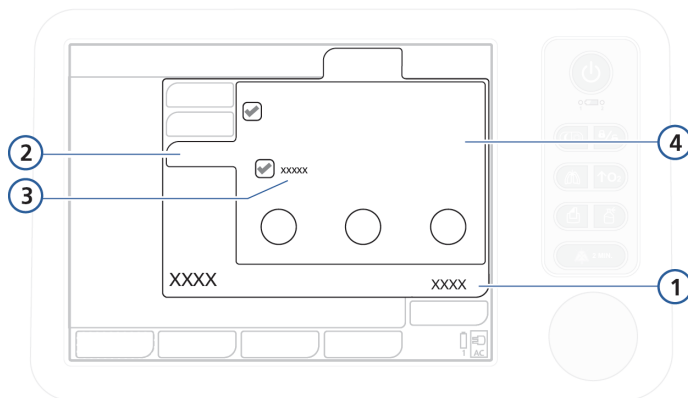

Рисунок 4-7. Окно «Апноэ», кнопка «Автоматически»
4. Если применимо, откройте окно «Управление» -> «Апноэ» (рис. 4-7). Выберите или отмените выбор «Backup».
3. Если применимо, откройте окно «Управление» -> «Апное» (рис. 4-7).